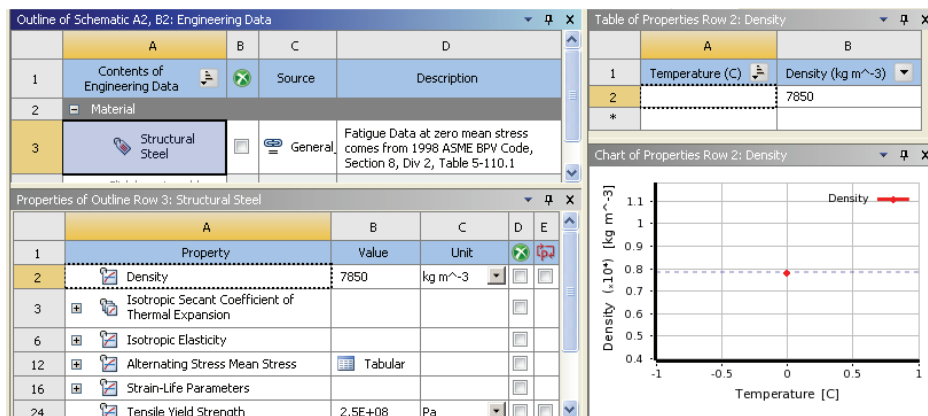

图 6-10 材料数据定义界面
1) 双击项目 A 中的 A2 栏 Engineering Data 项, 进入如图 6-10 所示的材料参数设置界面, 在该界面下即可进行材料参数设置。